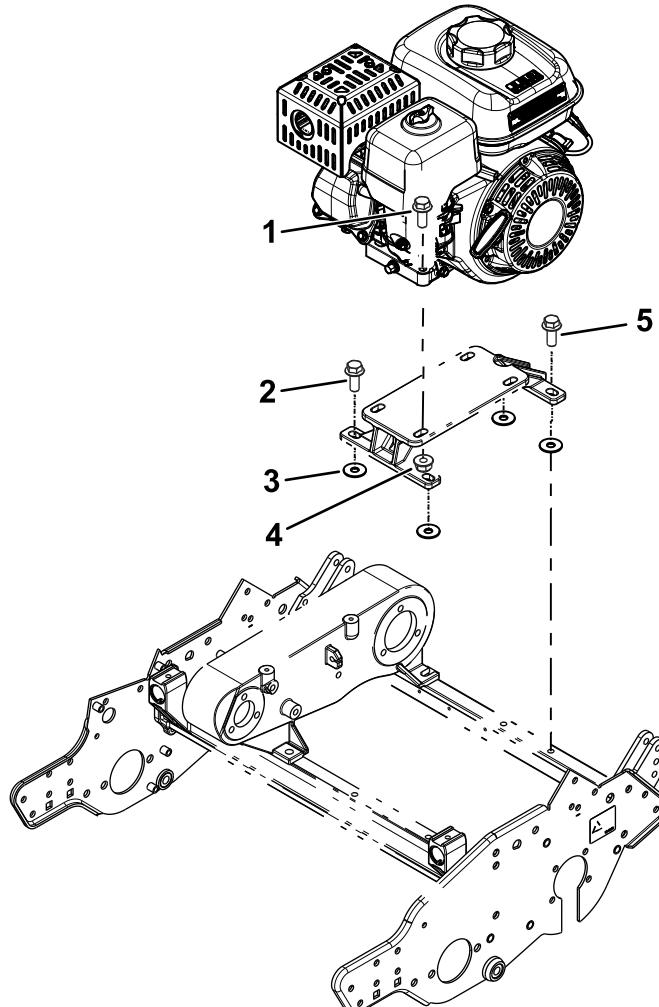

Рисунок 4
- Установите монтажный кронштейн двигателя на машину с помощью ранее снятых болтов и 4 шайб (3/8 x 1 1/8 дюйма), как показано на Рисунок 4.
Установите, не затягивая, задний левый болт двигателя (показанный на Рисунок 4).
- Установите двигатель на монтажный кронштейн двигателя, используя ранее снятые болты и гайки (Рисунок 4).
8. Отверните задний левый болт с основания двигателя (Рисунок 4) и используйте этот болт для крепления R-образного хомута и троса дроссельной заслонки к основанию двигателя.
10. Затяните все детали крепления двигателя и болты монтажного кронштейна двигателя (Рисунок 4).